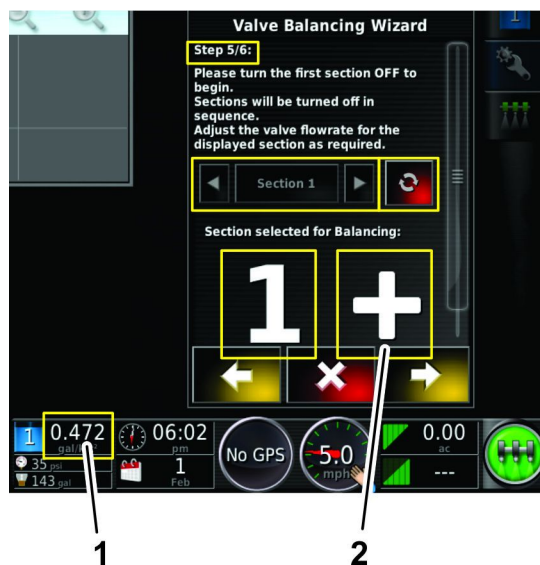

Figure 146
- Le débit d'application pour la vanne de section est trop bas (Figure 146).